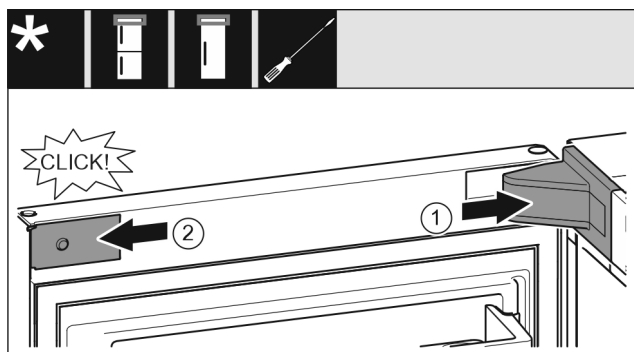

Fig. 23
- ▶ Встановіть та зафіксуйте кришку опорного кронштейна Fig. 23 (1), у разі необхідності – обережно розтисніть.
- ▶ Встановіть збоку і зафіксуйте накладку Fig. 23 (2).